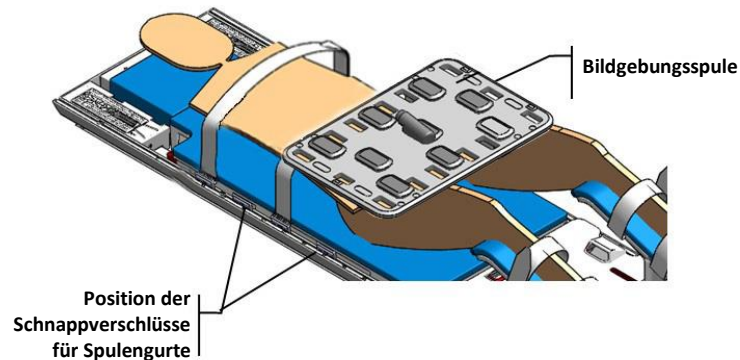

Abbildung 55: Platzierung der Spule
2. **MRT-MTRA:** Legen Sie die vordere Bildspule über das Becken des Patienten. Die Spule muss so über der Prostata zentriert sein, dass sie die Bewegung des Positionierungssystems nicht beeinträchtigt (*Abbildung 55*).